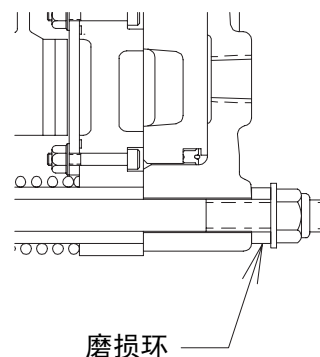

图 12
4.1.3.11 磨损环需“储存”在螺母和垫圈下，以便将来更换摩擦片后使用。参见图 12。
4.2.16 磨损环需“储存”在螺母下面，以便将来更换摩擦片后使用。参见图 12。